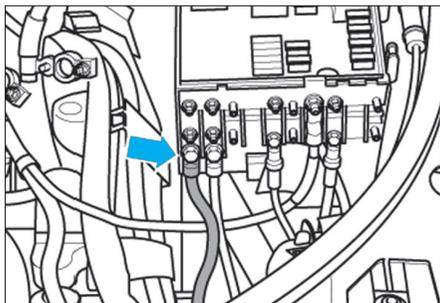

Fig. 74
- Démontez le couvercle se trouvant sur la boîte fusibles et déposez le câble d'alimentation de l'alternateur (2) (Fig.74).